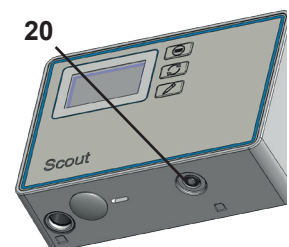

Fig. 8
- ⇒ Brancher le câble de raccordement de l'unité de détection dans la prise de l'unité de programmation et d'affichage (20, Fig. 8).
- ⇒ Emmancher le câble de raccordement dans le guide-câble (21) pour éviter un retrait involontaire du connecteur.